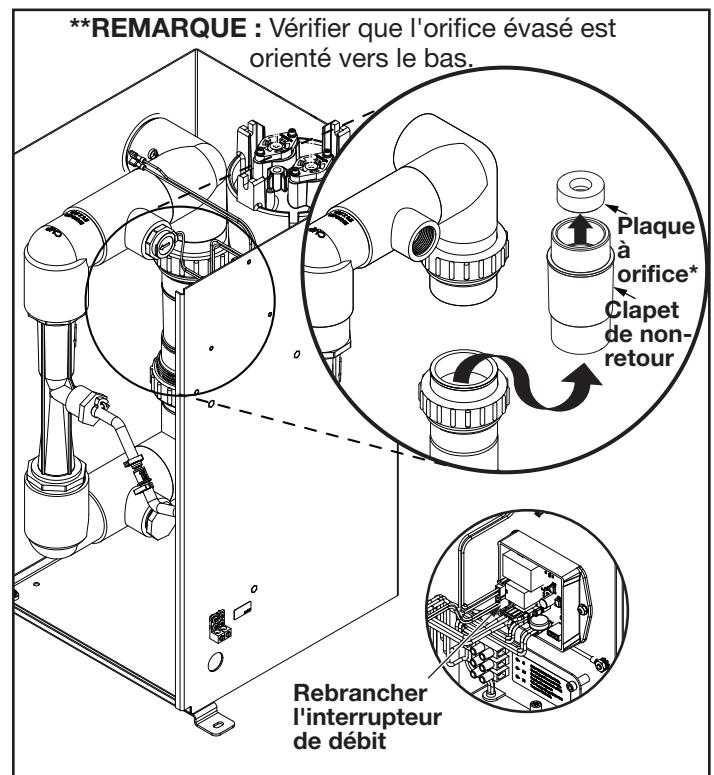

Figure 18. Emplacement de la plaque à orifice du JAOPX200
4. Débrancher le connecteur de l'interrupteur de débit de la carte de circuit imprimé et le fixer à la main pour s'assurer que le câblage n'est pas endommagé pendant ce processus. Voir l'encart inférieur de la Figure 18.
inférieur et retirer le clapet de non-retour à vitesse variable du collecteur d'admission pour accéder à la plaque à orifice. Voir l'encart supérieur de la Figure 18.
6. Retirer la plaque à orifice de l'ouverture supérieure du clapet de non-retour à vitesse variable. Voir l'encart supérieur de la Figure 18.
9. Rebrancher le connecteur de l'interrupteur de débit sur la carte de circuit imprimé. Voir l'encart inférieur de la Figure 18.